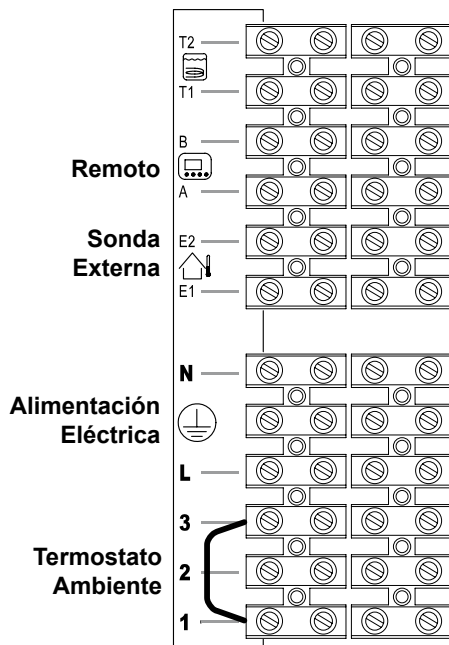
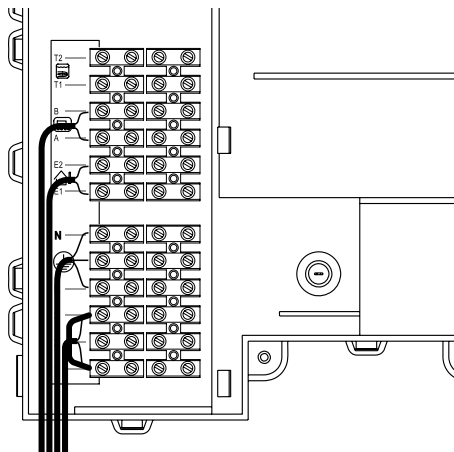

Figura 5.18
Figura 5.19
- Conecte el cable de alimentación eléctrica procedente del interruptor omnipolar a la bornera de alimentación eléctrica de la caldera Figura 5.18 respetando la correspondencia de la línea (hilo marrón) y del neutro (hilo azul claro).
El cable o los hilos de alimentación eléctrica de la caldera y del termostato de ambiente deben seguir el recorrido indicado en la Figura 5.19.
Para conectar un termostato de ambiente use los bornes indicados en la Figura 5.18
Para conectar válvulas de zona use los bornes del termostato de ambiente indicados en la Figura 5.18 y Figura 5.19. Los conductores eléctricos de los contactos del microinterruptor de la válvula de zona deben conectarse a los bornes "1 y 3" de la
bornera del termostato de ambiente, como en la Figura 5.19
El cable o los hilos de alimentación eléctrica de la caldera y del termostato de ambiente deben seguir el recorrido indicado en la Figura 5.19
Los hilos de conexión de la sonda externa deben seguir el recorrido indicado en la Figura 5.19
El cable del control remoto debe seguir el recorrido indicado en la Figura 5.19